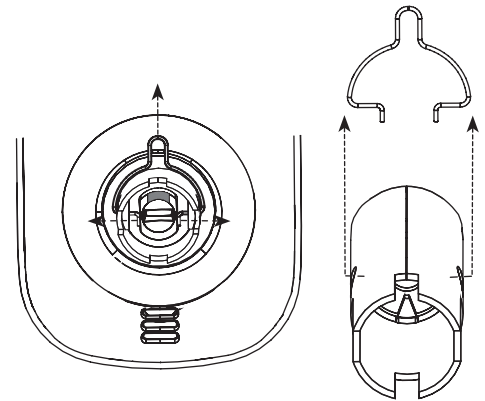

Figura 15
- A. **Uma vez que um manuseio correto seja determinado**, remova o prendedor que mantém o eixo em sua posição correta oscilando as extremidades do prendedor para extrair o clipe do ferro de encaixe da maçaneta conforme indicado na Figura 15.